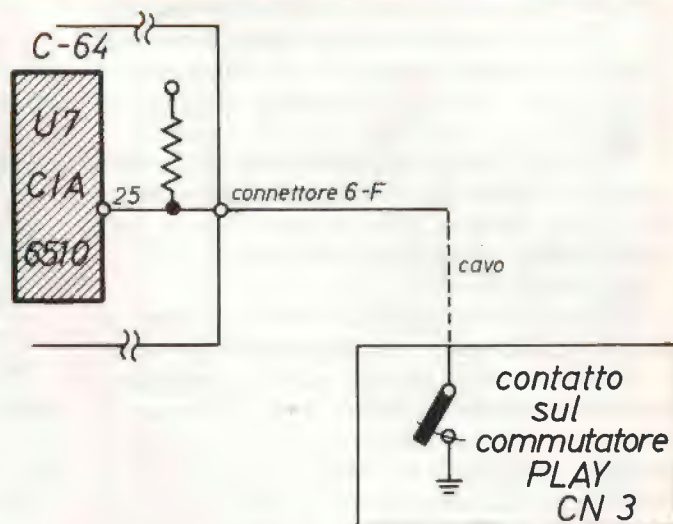

figura 5 - Ingresso sensore
- figura 5: ingresso sensore
Fianco sinistro! Ultima tappa! Figura 5!